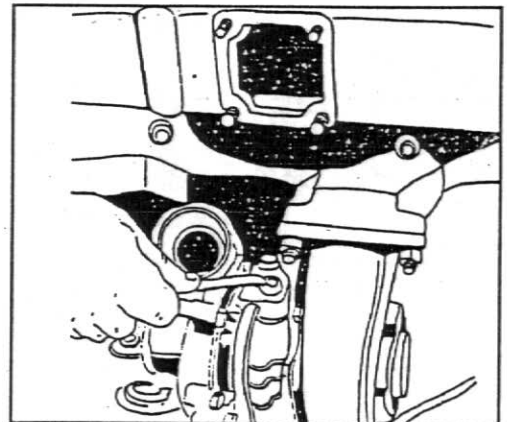

Fig. 4
10. Remova o tubo de saída dos gases junto ao turboalimentador e o tubo que leva óleo lubrificante ao mancal central do turboalimentador, fig.4.